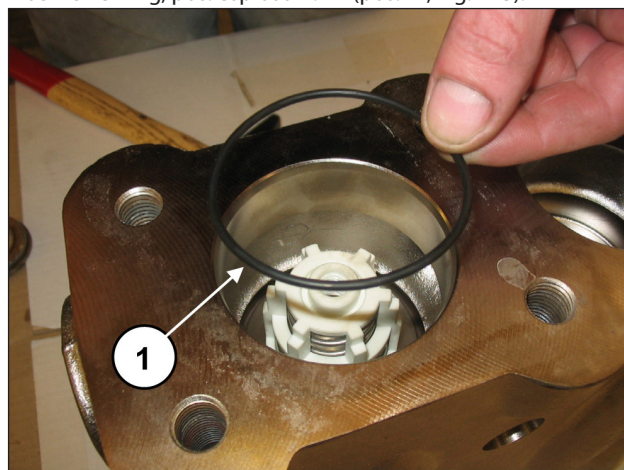

Fig. 123
Inserire l'O-ring, pos. esploso n. 17 (pos. ①, Fig. 123).